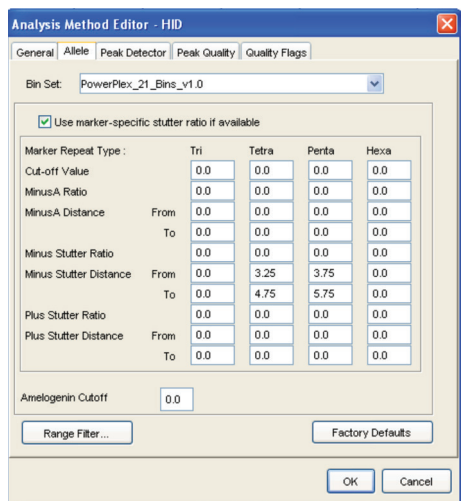

图 19. GeneMapper® ID的Allele界面。选择在章节6.F.中导入的bins文件
6. 点击“Allele”选项(图19)。
9. 在使用PowerPlex® 21系统时, 我们建议参照图19输入相应的数值, 以适当的滤过Stutter杂峰。如果需要获得此项设置的用途及产生的影响, 请参阅 Applied Biosystems用户手册中的“*Installation Procedures and New Features for GeneMapper® ID Software 3.2*”。